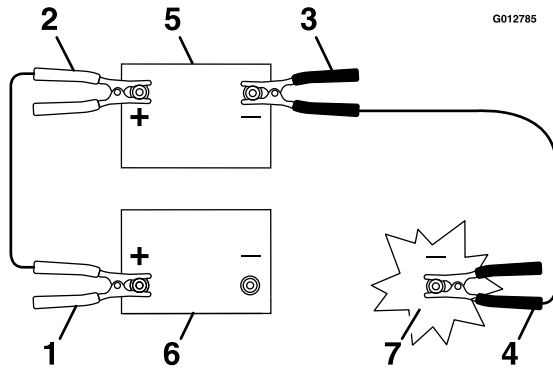

Figure 68
- Connectez le câble positif (+) à la borne positive (+) de la batterie à plat qui est reliée au démarreur ou au solénoïde, comme montré à la Figure 68.